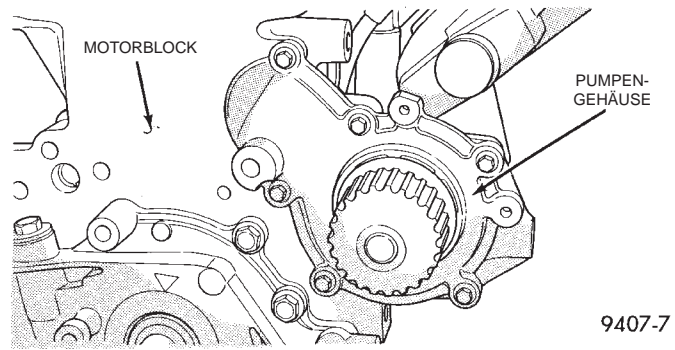

Abb. 22 Wasserpumpe
(1) Das Fahrzeug auf einer Hebebühne anheben. Das rechte innere Spritzschuttschild ausbauen.
(2) Die Antriebsriemen für Zusatzaggregate und die Servopumpe ausbauen. Näheres hierzu siehe die entsprechenden Abschnitte in diesem Kapitel.
(3) Das Kühlsystem entleeren. Näheres hierzu siehe den entsprechenden Abschnitt in diesem Kapitel.
(4) Den Motor von unten abstützen und die rechte Motoraufhängung ausbauen.
(5) Die Befestigungsschrauben der Servopumpen-Halterung lösen und die Pumpe einschließlich Halterung zur Seite legen. Die Leitungen der Servopumpe müssen nicht abgeklemmt werden.
(6) Die Halterung der rechten Motoraufhängung ausbauen.
(7) Den Steuerriemen ausbauen. Näheres hierzu siehe den Abschnitt zum Ausbau des Steuerriemens in Kapitel 9, "Motoren".
(8) Die innere Steuerriemenabdeckung ausbauen.
(9) Die Schrauben zur Befestigung der Wasserpumpe am Motorblock lösen (Abb. 22).
(2) Die Wasserpumpe am Motorblock ansetzen und die Befestigungsschrauben mit einem Anzugsmoment von 12 N·m (105 in. lbs.) festziehen (Abb. 22). Das Kühlsystem mit Hilfe des Druckprüfgeräts mit einem Druck von 104 kPa (15 psi) beaufschlagen und die Wasserpumpe auf Undichtigkeiten am Wellendichterring und am O-Ring untersuchen.
(3) Die Pumpe von Hand drehen, um sie auf Leichtgängigkeit zu überprüfen.
(4) Die innere Steuerriemenabdeckung einbauen.
(5) Den Steuerriemen einbauen. Näheres hierzu siehe den Abschnitt zum Einbau des Steuerriemens in Kapitel 9, "Motoren". Dann die zuvor ausgebauten Teile wieder am Motor montieren.
(6) Die Halterung der rechten Motoraufhängung und die Motoraufhängung einbauen. Näheres hierzu siehe den entsprechenden Abschnitt in Kapitel 9, "Motoren".
(7) Das Kühlsystem mit Kühlmittel befüllen. Näheres hierzu siehe den entsprechenden Abschnitt in diesem Kapitel.
(8) Die Servopumpe und die Antriebsriemen für Zusatzaggregate einbauen. Näheres hierzu siehe den entsprechenden Abschnitt in diesem Kapitel.